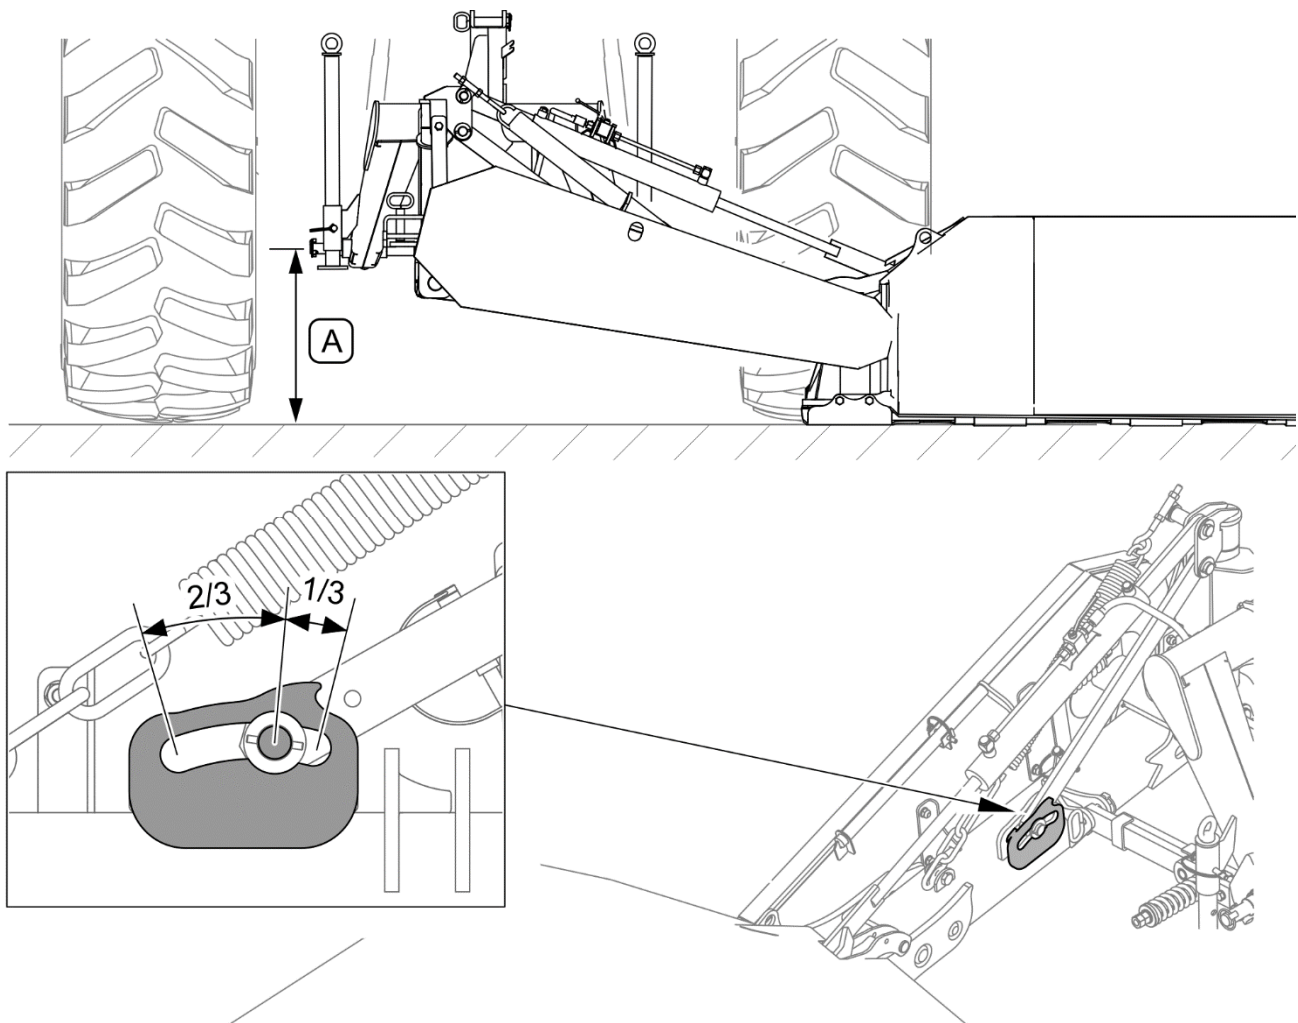

ABBILDUNG 4.10 Einstellen der Höhe der Aufhängung des Mähwerks
Die Unterlenker des Schleppers auf die Höhe (A) bringen, in der er wie auf Abbildung 4.10 abgebildet eingestellt ist.